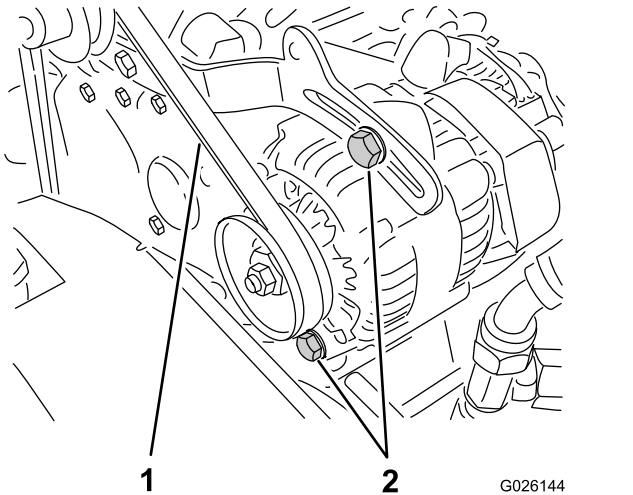

Figura 62
2. Verificai tensionarea apăsând cureaua la mijlocul distanei dintre arborele cotit i fuliile alternatorului cu o foră de 10 kgf (Figura 62).
- A. Slăbii cele 2 uruburi de montare a alternatorului (Figura 62).
- B. Folosind o rangă, rotii alternatorul până când este atinsă tensionarea corectă a curelei, apoi strângei uruburile de montare (Figura 62).